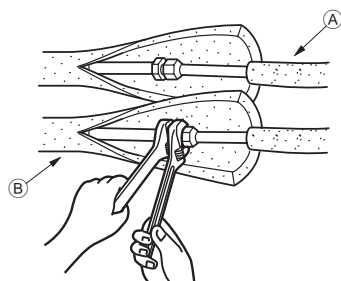

Рис. 4-3
4.4. Трубы хладагента (Рис. 4-3)